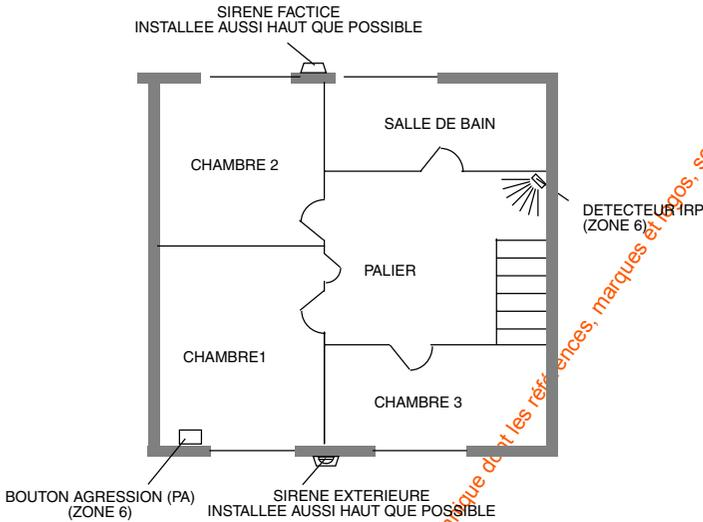

Figure 5. Plan de l'étage
- (a) Sur la Figure 5, un seul IRP (zone 6) est installé dans le couloir. Ainsi, toute personne pénétrant dans la maison par une chambre déclenche une alarme dès qu'il se déplace sur le palier. Mais la zone 6 peut également être assignée à un bouton Panique, monté dans la chambre principale.